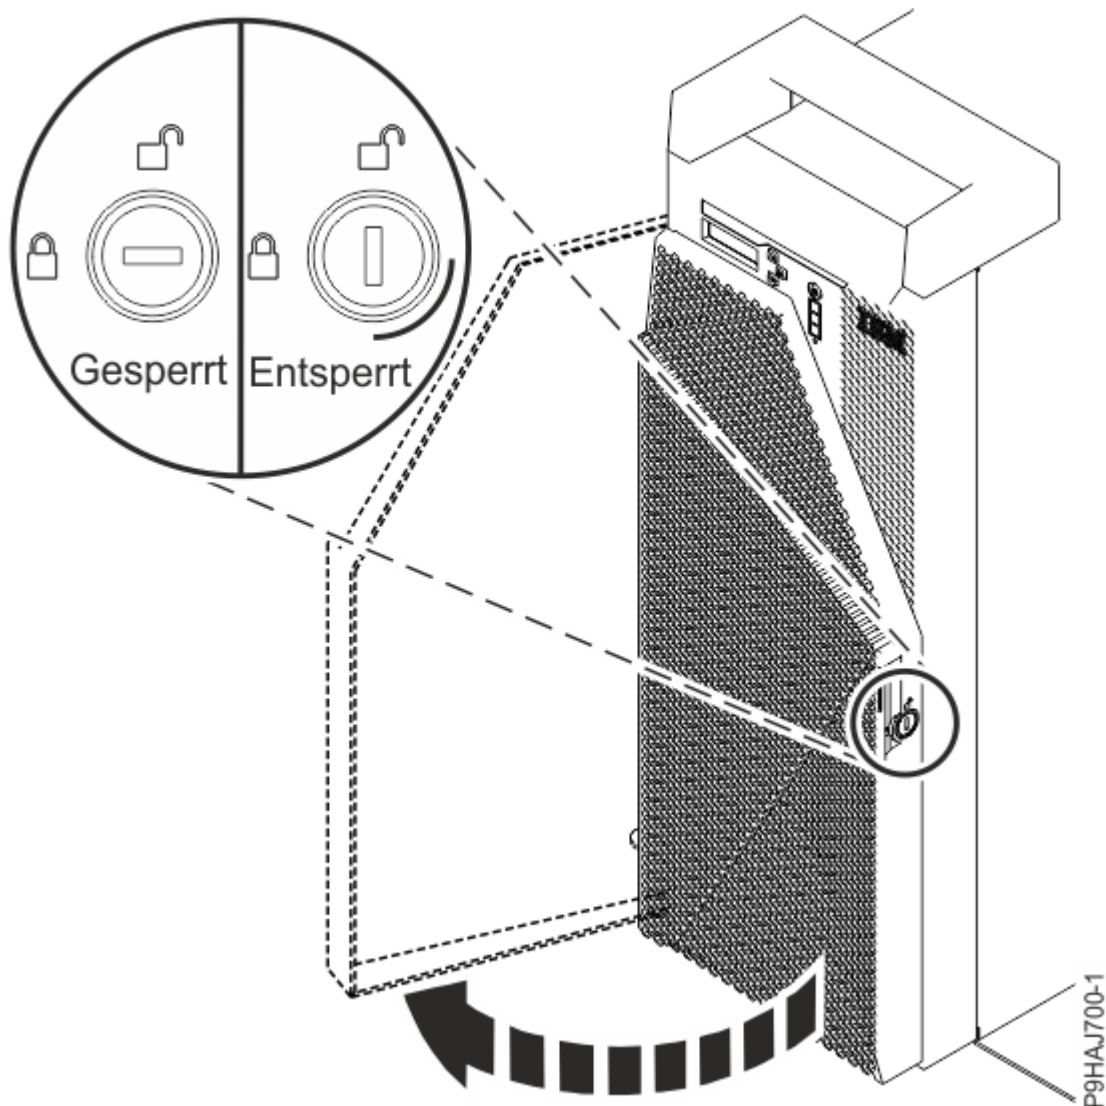

Abbildung 4. Vordere Klappe entsperren
- a) Stecken Sie den Schlüssel der vorderen Klappe in das Schloss (siehe Abbildung 4 auf Seite 6). Drehen Sie den Schlüssel nach links (gegen den Uhrzeigersinn), um die Klappe zu entsperren. Horizontal bedeutet, dass die Klappe gesperrt ist; vertikal, dass sie entsperrt ist. Öffnen Sie die vordere Klappe.